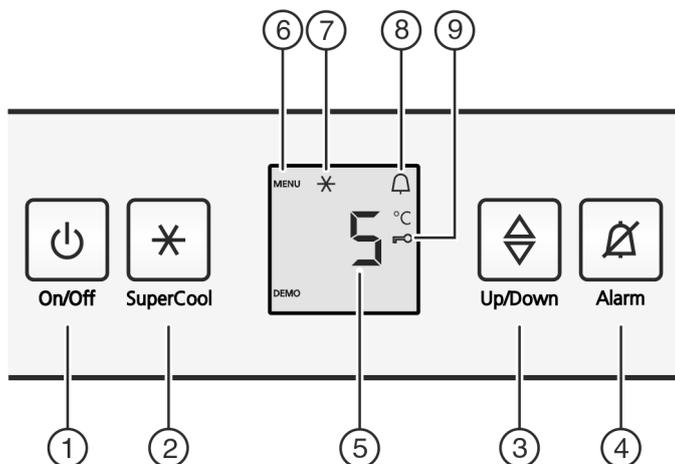

Fig. 2
- ▶ Taste On/Off Fig. 2 (1) drücken.
- ▶ Taste SuperCool Fig. 2 (2) ca. 5 Sekunden drücken.
- ▷ In der Anzeige wird das Symbol Menu Fig. 2 (6) angezeigt.
- ▶ Mit der Taste SuperCool Fig. 2 (2) kurz bestätigen.
- ▷ Das Symbol Kindersicherung Fig. 2 (9) leuchtet in der Anzeige.
- ▶ Die Taste On/Off Fig. 2 (1) kurz drücken.
- ▶ Taste Alarm Fig. 2 (4) drücken.
- ▶ Temperaturfunktion aufrufen: Die Einstelltaste Fig. 2 (3) drücken.
- ▶ Temperatur in 1 °C -Schritten ändern: Einstelltaste Fig. 2 (3) so oft drücken, bis die gewünschte Temperatur in der Temperaturanzeige leuchtet.
- ▶ Taste SuperCool Fig. 2 (2) kurz drücken.
- ▷ Das Symbol SuperCool Fig. 2 (7) leuchtet in der Anzeige.